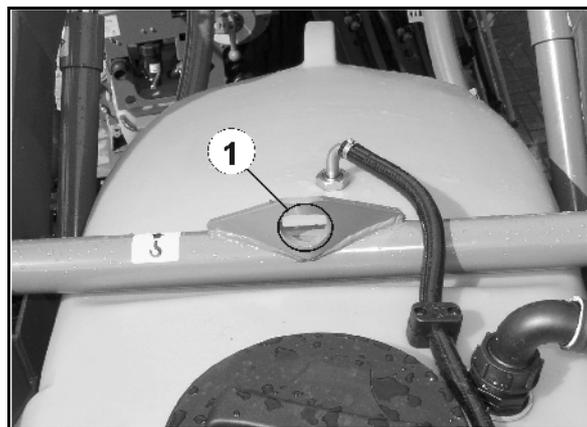

Fig. 5
Es befinden sich 3 Aufnahmepunkte an der Maschine (Fig. 5/1, Fig. 6/1, Fig. 7/1).
- 3000 kg hinten (Fig. 5)